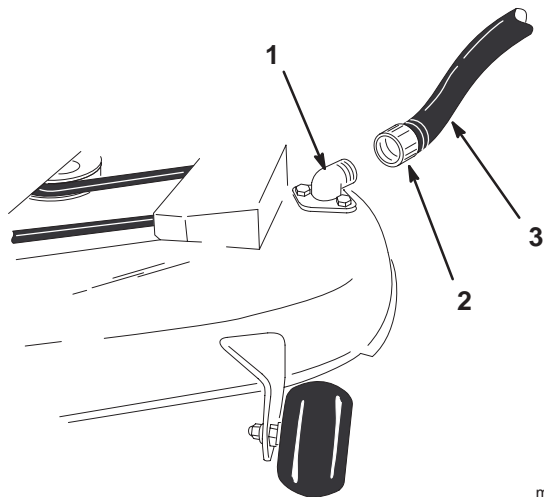

Bild 48
2. Montieren Sie die Schlauchkupplung auf die Kupplung am Mähwerk-Spülanschluss und drehen Sie das Wasser mit starkem Druck auf (Bild 48).